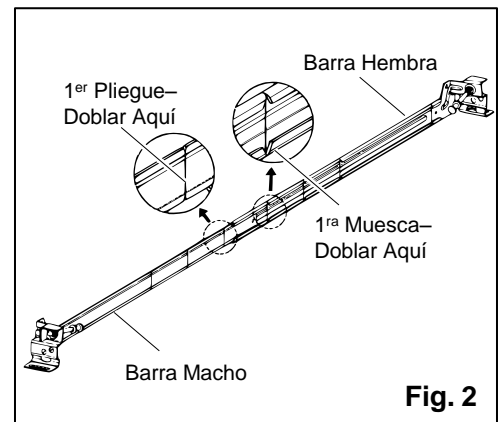

Fig. 2
2. Abre las barras lo más posible. (FIG. 2)
3. Dobla hacia adelante y hacia atrás en el 1er pliegue desde el centro, la barra macho de cada barra para colgar, hasta que se separe. Dobla la barra hembra hacia adelante y hacia atrás, en la 1era muesca desde el centro, hasta que se separe. (FIG. 2)